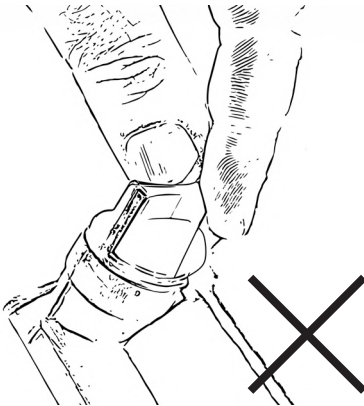

Abbildung 7
Niemals Öleinfüllstopfen mit verbundenen Messstab beim Ablesen des Ölstands in das Gewinde drehen. Das führt zu einem falschen Messergebnis, Abb. 7.
- Tauchen Sie den Messstab vollständig in das Öl ein. Drehen Sie **niemals** den Messstab in das Gewinde, Abb. 7.